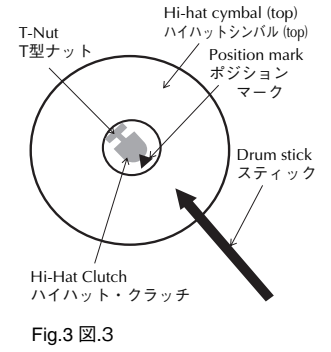

Fig.3 図.3
- In order for the cymbal to swing more naturally, the position mark on the adjusting nut should face the tip of the drumstick, as shown in fig. 3. Also, make sure that the T-nut will not interfere with playing the hi-hat cymbal.
- よりシンバルを自然に揺らすには、図3のようにハイハットを叩くスティックの延長線上にポジションマークが来るようにセットします。また、クラッチのTナットが演奏の邪魔にならない位置になっている事を確認してから、ロックナットを締めて下さい。